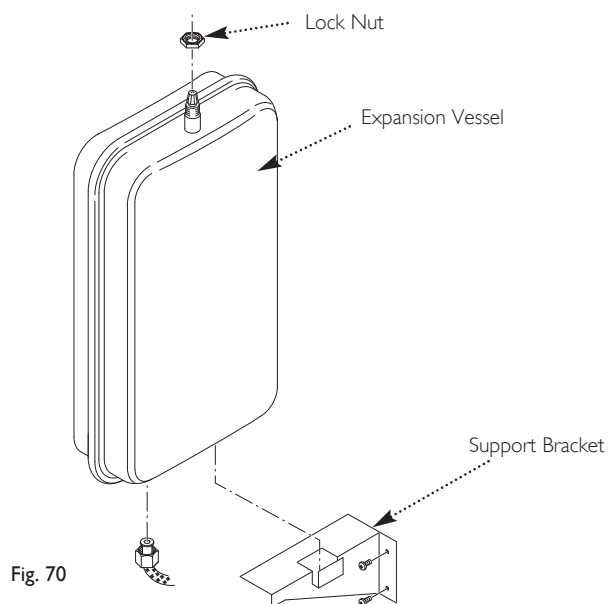

Fig. 70
15.23 Expansion Vessel (Fig. 70)